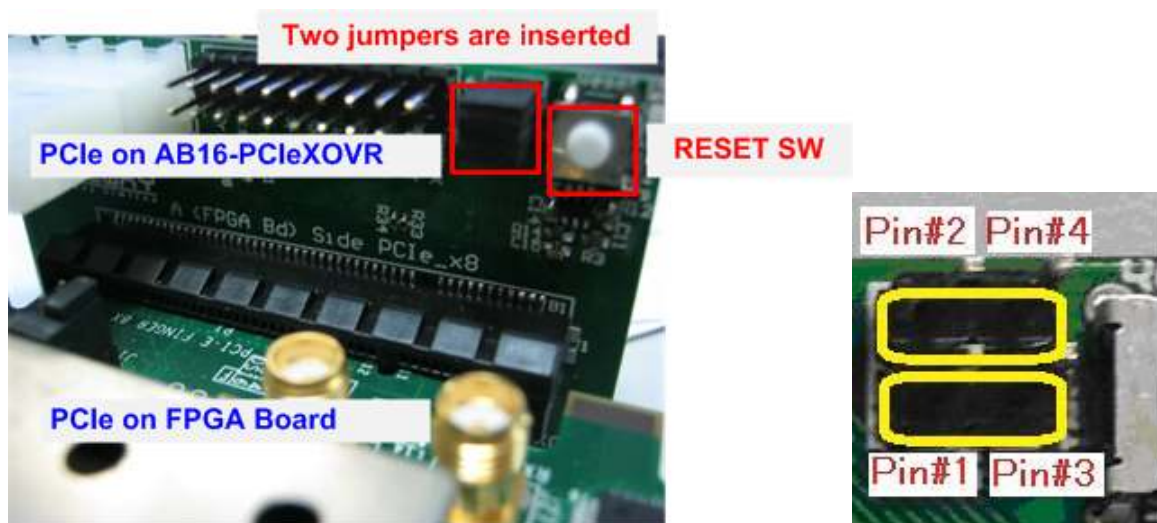

図 2-4: FPGA 評価ボードを AB16-PCIeXOVR アダプタ部品面(A)側に装着、J5 の 1-3 間と 2-4 間をショート
- 図 2-4 のように、AB16-PCIeXOVR アダプタ基板の部品面(A)側の PCIe ソケットに Xilinx 評価ボードを接続します。また、アダプタ基板の J5 にて Pin#1-3 間および Pin#2-4 間にジャンパ・ソケットを挿入します。